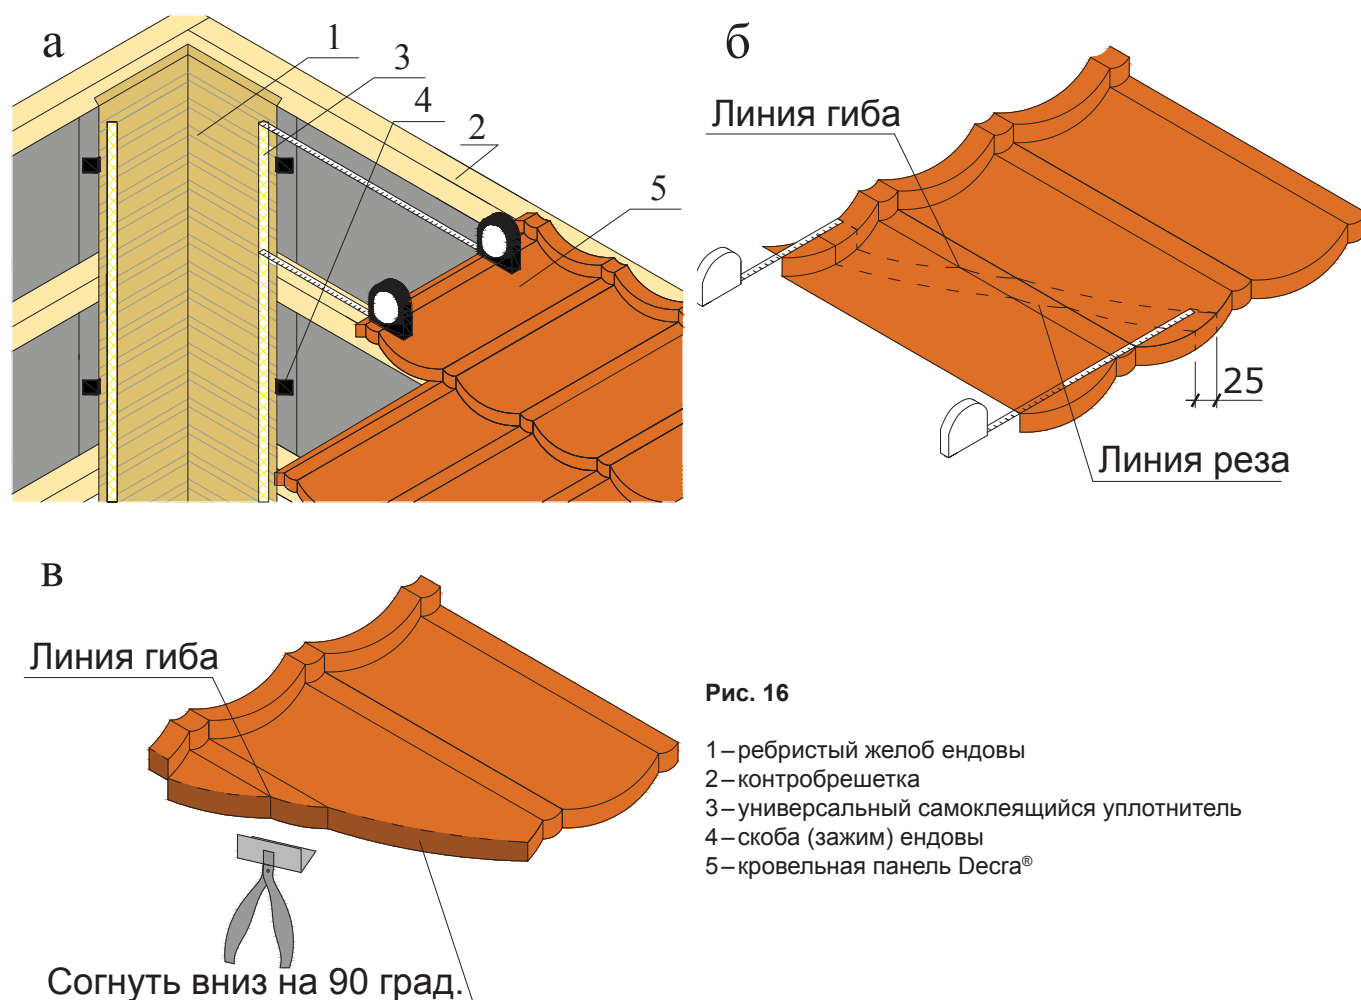

Рис. 16
4.5.5. Между бортов элементов ендовы (ребристых желобов) и отгибом кровельных панелей устанавливают универсальный уплотнитель (см. рис. 16).